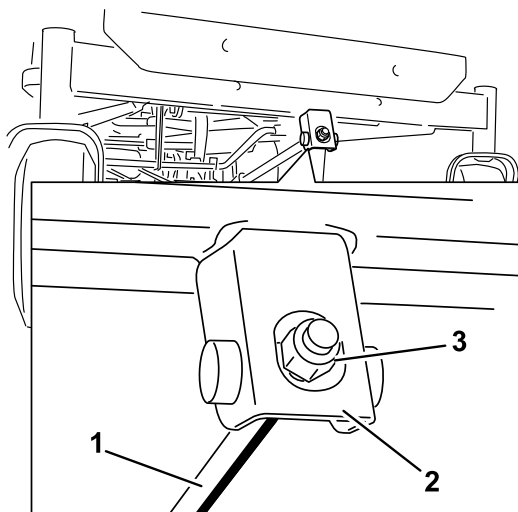

**Figura 52**
- Gire cuidadosamente las cuchillas colocándolas en el sentido de avance de la máquina (Figura 52).
5. Mida entre la punta de la cuchilla delantera y la superficie plana y entre la punta de la cuchilla trasera y la superficie plana (Figura 52). Si la punta de la cuchilla delantera no está entre 1.6 y 7.9 mm (1/16 y 5/16 pulg.) más baja que la punta de la cuchilla trasera, ajuste la contratuerca delantera.
esté entre 1.6 y 7.9 mm (1/16" y 5/16") más baja que la punta de la cuchilla más atrasada (Figura 52).